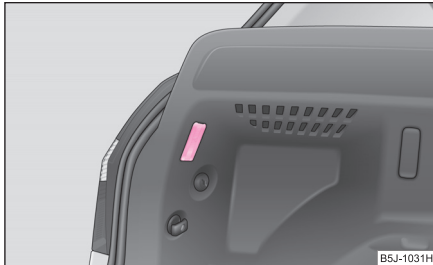

Abb. 208 Gepäckraumleuchte ausbauen
- Setzen Sie einen Schraubendreher in den Schlitz unter der Leuchte ein ⇒ Abb. 208. Leuchte vorsichtig heraushebeln.